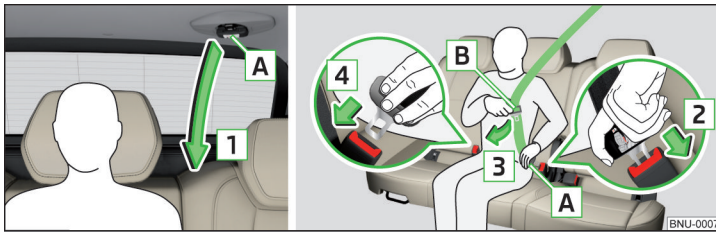

Fig. 20 **Bouclage/débouclage des ceintures de sécurité sur le siège central VarioFlex**
- Tirez lentement la ceinture dans la languette de fermeture [A] » fig. 20 vers le bas dans le sens de la flèche [1].
- Saisissez la languette de fermeture [A] » fig. 20 et appuyez sur le bouton rouge de la boucle, la languette est éjectée.